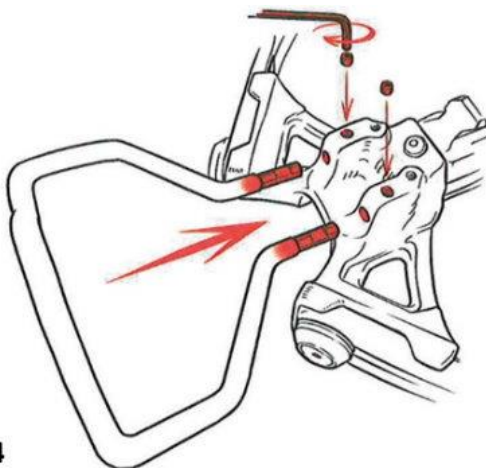

Рис.4
5. Установите стремя в колодку при помощи винтов (Рис.4).